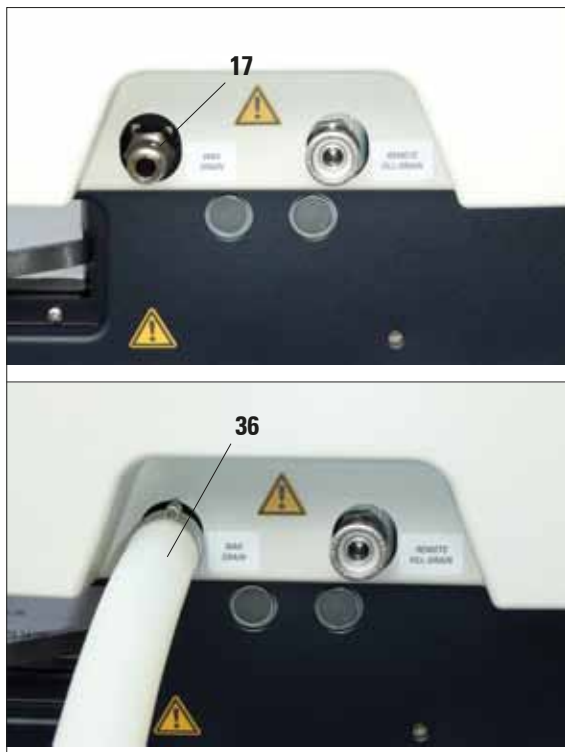

Fig. 55
- Conectar el tubo de vaciado de parafina (36) a la tubuladura (17) de salida de parafina, en la parte delantera del equipo (Fig. 55) y conducirlo al colector.